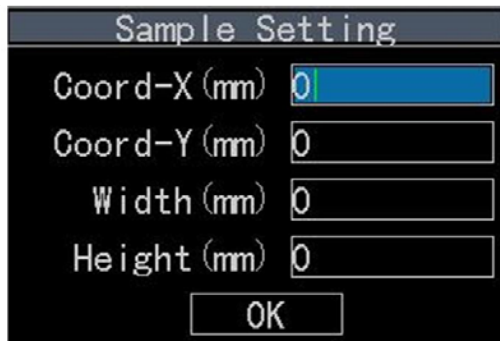

Рис. F-7 Настройки образца
- a) Выберите **Sample Rect Setting**, нажмите **OK**. На экране появятся настройки образца для определения положения и размера области проведения измерений, как это показано на рис. F-7. Введите значение в поле редактирования, выберите **OK** и нажмите **OK** для завершения настройки.